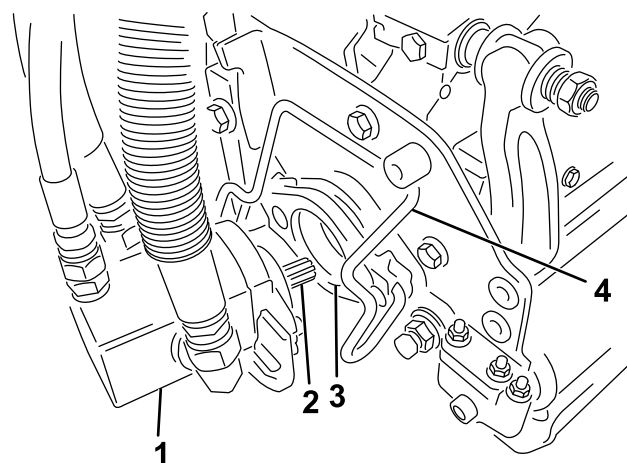

図 48
5. カuttingユニット用モータのスプラインシャフトにきれいなグリスを塗りつける図 48。
6. モータを、カuttingユニットの左側運転席から見てに取り付け、カuttingユニットについているモータ固定バーを、モータの上から被せるようにセットし、モータの左右から「カチッ」というロック音が聞こえるまで押し下げる図 48。